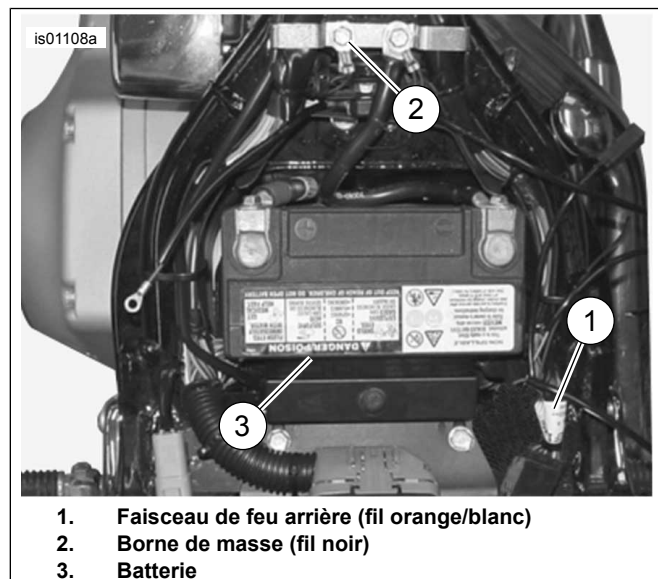

Figure 3. Connexions de l'alimentation et de la masse (modèles Softail)
4. Voir Figure 3 . Poser la borne circulaire sur les filets de la vis de masse. Attacher la vis de masse sur le cadre (2). Serrer selon la spécification de couple dans le manuel d'entretien.
1. Voir Figure 3 . Couper avec soin pour ouvrir une partie de la gaine du faisceau de feu arrière (1) à un point accessible sous la selle et couper le fil orange/blanc.